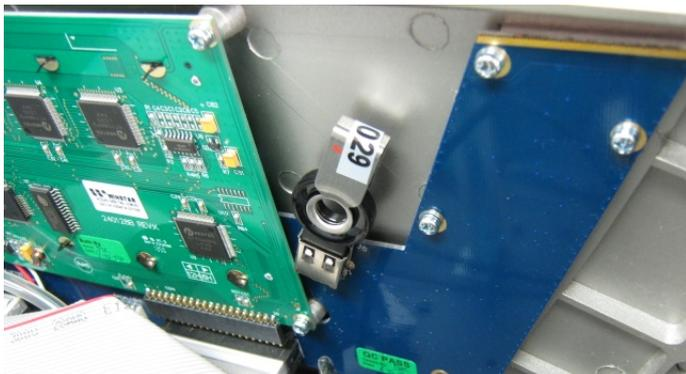

Figure 8 – Installation de la clé USB
1. Ouvrir le couvercle et vérifier que la clé USB est bien installée (voir Figure 8).
7. Retirer la clé USB et l'emballer avec l'instrument. (pour connaître son emplacement, voir la Figure 8)